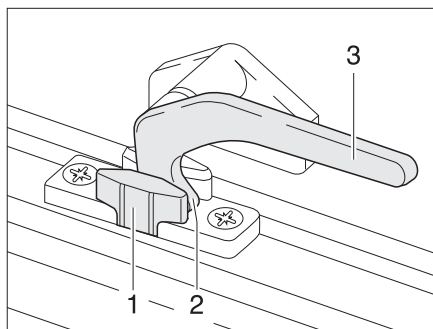

Fig. 40 Leva di serraggio in posizione "Aerazione continua"
- In posizione di "Aerazione continua" (Fig. 40)
- Ruotare la leva di serraggio (Fig. 40,3) di un quarto di giro verso il centro della finestra.
- Ruotare la leva di serraggio di un quarto di giro verso il telaio della finestra. Riportare contemporaneamente il nasello di chiusura (Fig. 40,2) nella rientranza della chiusura della finestra (Fig. 40,1).